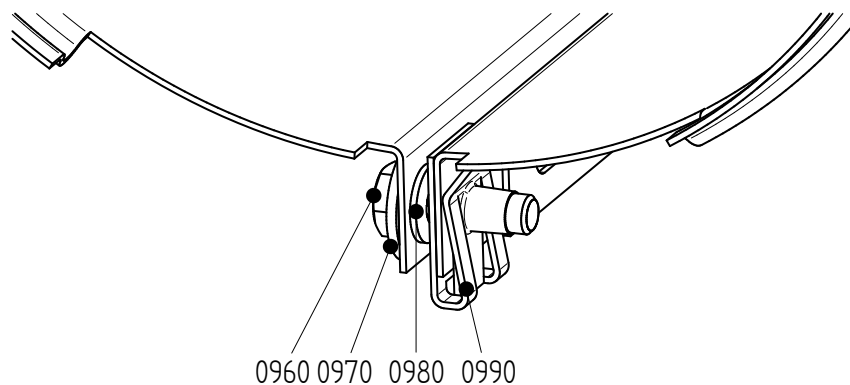

Figura 10: Montaggio della camicia di protezione.
- 1 Allentare i bulloni (0960). Vedere il figura 10.
- 3 Chiudere la camicia di protezione e applicare una vite (0960). Vedere il figura 10.
- 5 Chiudere la camicia di protezione e montare una vite (0230) e una vite (0960). Vedere il figura 10.